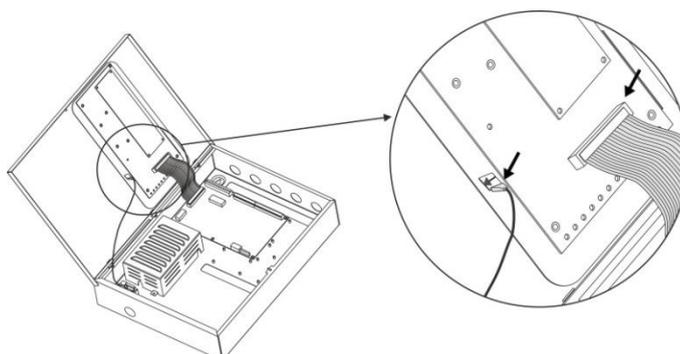

Figura 2
- Abra la tapa anterior y retire el cable de cinta de la indicación y el cable de puesta a tierra (Figura 2).
- Conecte el cable de cinta de la indicación y el cable de puesta tierra en el circuito de indicación (Figura 2).